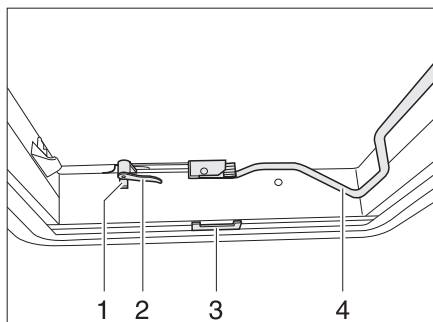
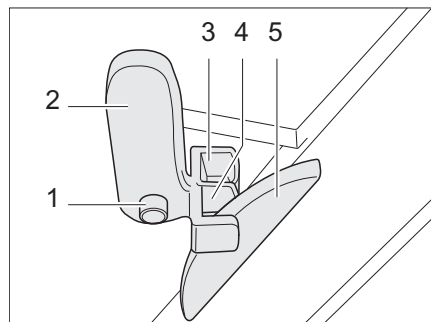

Fig. 48 Lanterneau Heki, fermé
Fig. 49 Lanterneau Heki en position de ventilation 1
- Appuyer sur le bouton de sûreté (Fig. 48,1) et tourner d'un quart de tour vers l'intérieur le levier de verrouillage (Fig. 48,2).
- Tirer l'étrier (Fig. 48,4) vers le bas, hors du dispositif de blocage.
- Tourner le levier de verrouillage (Fig. 48,2 et Fig. 49,2) d'un quart de tour. Le nez du dispositif de verrouillage du toit (Fig. 49,5) doit s'enclencher dans la fourche de verrouillage (Fig. 49,3).
- Enfoncer le bouton de sûreté (Fig. 49,1) et remettre le levier de verrouillage (Fig. 49,2) dans sa position initiale. Le nez du dispositif de verrouillage du toit (Fig. 49,5) doit s'enclencher dans la fourche de verrouillage (Fig. 49,4) inférieure.